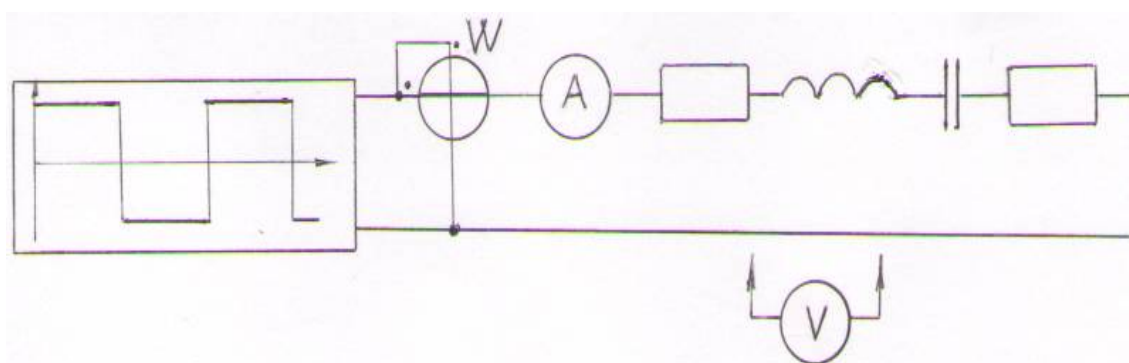

Рисунок 4.1 – Электрическая схема лабораторной работы
В данной лабораторной работе рассматривается электрическая цепь, представленная на рис.4.1 и состоящая из последовательно включенных индуктивного, емкостного и активного сопротивлений. На зажимы цепи подаётся напряжение прямоугольной формы, имеющее амплитуду  $U_m$  и частоту  $\omega = 2\pi \cdot f = 2\pi/T$ .
1. Собрать схему, изображенную на рис.4.1. В схеме использовать в качестве катушки индуктивности обмотку трансформатора с числом витков  $w=300$ , конденсатор ёмкостью  $0,47\text{мкФ}$  и сопротивление  $100\text{ Ом}$ . Цепь подключить к генератору переменного напряжения. Установить предел измерения тока на мультиметре  $200\text{ мА}$ .